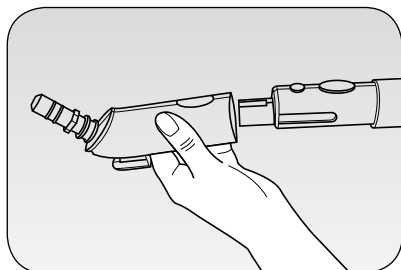
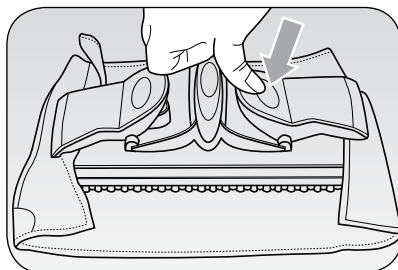

Fig. 7
Fig. 8
Dit accessoire, dat op de adapter (13) aangesloten moet worden (Fig. 7), wordt gebruikt met de verlengbuizen (9) en beschikt over praktische klemmen waaraan de bijgeleverde dweil (7) verbonden kan worden en ook alle andere soorten dweilen die in de wasmachine gereinigd kunnen worden. Voor het plaatsen van de dweil zet de borstel in het midden hiervan, hef de speciale klemmen aan de uiteindes van de borstel op, steek er een rand van de doek in en laat de klem weer los (Fig. 8).